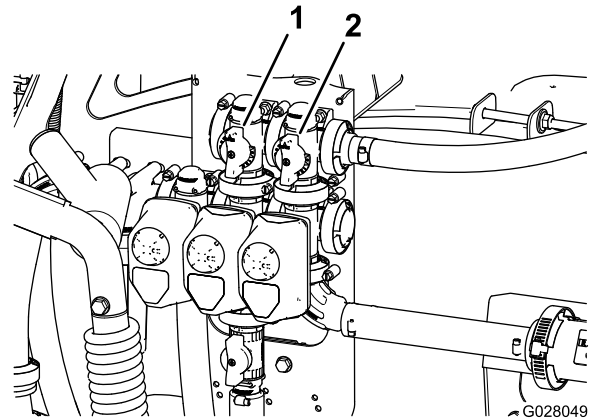

Figura 23
11. Regolate la valvola di bypass dell'agitatore (Figura 23) sul retro della valvola dell'agitatore fino a quando il valore della pressione sul misuratore corrisponde a 6,9 bar.
9. Regolate la stegola di bypass di sezione principale per controllare la quantità di agitazione nel serbatoio (Figura 23).